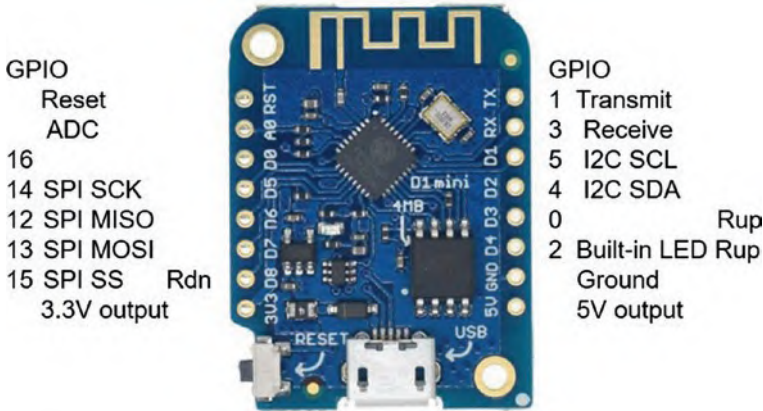

Рисунок 21-1. Плата LOLIN (WeMos) D1 mini
Плата LOLIN (WeMos) D1 mini (см. рис. 21-1) основана на микроконтроллере ESP-8266EX и имеет функцию Wi-Fi. Плата работает при напряжении 3,3 В и питается через соединение micro-USB при напряжении 5 В через регулятор напряжения 3,3 В или непосредственно от вывода 3,3 В. Выводы не выдерживают внешнего напряжения 5 В, а максимальный ток, подаваемый с одного контакта, составляет 12 мА.
В скетче контакты обозначаются либо нумерацией на плате с добавлением буквы D для цифровых контактов, либо номерами GPIO микроконтроллера ESP-8266EX. Вывод АЦП обозначается A0 и имеет 10-битное разрешение. Выводами для интерфейса I2C являются D2/GPIO 4 (SDA) и D1/GPIO 5 (SCL) для SPI – D7/GPIO 13 (MOSI), D6/GPIO 12 (MISO), D5/GPIO 14 (SCK) и D8/GPIO 15 (SS). Четыре цифровых вывода, D2, D6, D5 и D8 (GPIO 4, GPIO 12, GPIO 14 и GPIO 15), имеют 10-битное разрешение ШИМ и функциональность прерывания. Встроенный светодиод на выводе D4 (GPIO 2) активен при подаче низкого уровня (LOW). Обратите внимание, что контакты D3/GPIO 0 и D4/GPIO 2 имеют встроенные подтягивающие резисторы, в то время как вывод D8/GPIO 15 имеет встроенный заземляющий резистор. При загрузке скетча контакты D3 и D4 не должны быть подключены к низкому уровню, и аналогично вывод D8 не должен быть подключен к высокому уровню. На рис. 21-1 и 21-2 встроенный подтягивающий или заземляющий резистор обозначен *Rup* или *Rdn*.